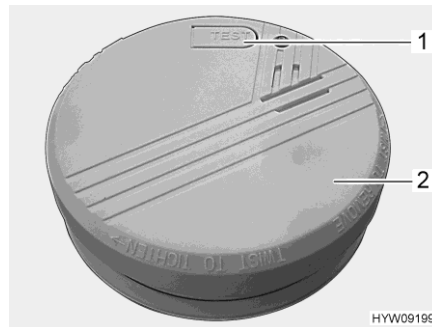

Bild 118 Rauchmelder
- Rauchmelder (Bild 118,2) entgegen dem Uhrzeigersinn drehen, bis er sich von der Halterung lösen lässt.
- Rauchmelder testen. Dazu Prüftaste (Bild 118,1) drücken. Der Alarmton muss ertönen.